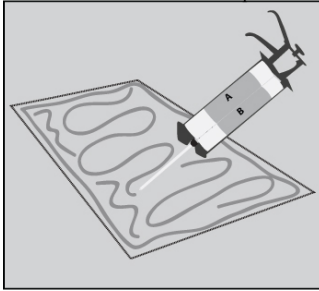
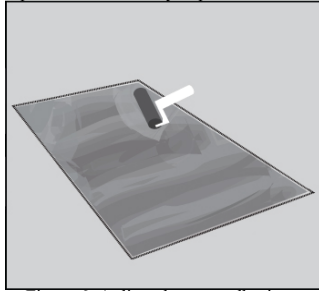

Figura 5: Riegue el sellador el área de aplicación y distribúyalo utilizando el rodillo provisto.
Figura 6: Aplique la pasta adhesiva en el área de aplicación y distribúyala del centro hacia afuera, utilizando el rodillo provisto.
2. Aplique el sellador: Sostenga el arma del sellador de modo que el inyector del cartucho del sellador este aproximadamente una pulgada sobre el área de aplicación. Exprima la manija cuidadosamente y arroje a chorros el sellador sobre el área de aplicación (Figura 5). Aplique el sellador aproximadamente ½ pulgada mas allá del contorno del marcador. Utilizando el rodillo de espuma suministrado, distribuya el sellador al área de aplicación, utilizando aproximadamente un cartucho por cada rampa de 4 pies x 2 pies. (Figura 6) El sellador debe aparecer como una capa ligera de pintura, dejando una superficie brillante. **Nota: no permita que el sellador cure completamente antes de aplicar la pasta adhesiva.**